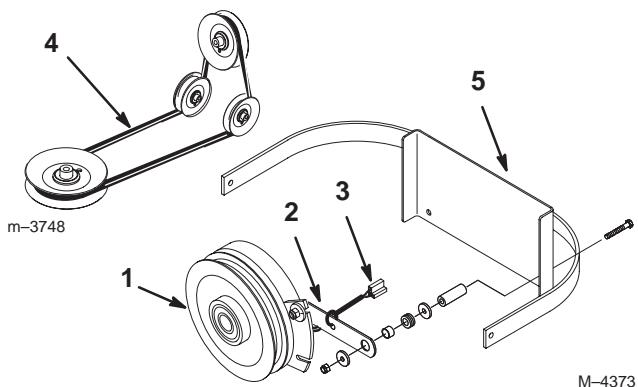

Figure 63
2. Retirez la barrette de retenue de l'embrayage du bâti de la machine et débranchez la borne de l'embrayage du faisceau de câblage (Fig. 63).
7. Posez la barrette de retenue de l'embrayage et branchez la borne de l'embrayage au faisceau de câblage (Fig. 63).